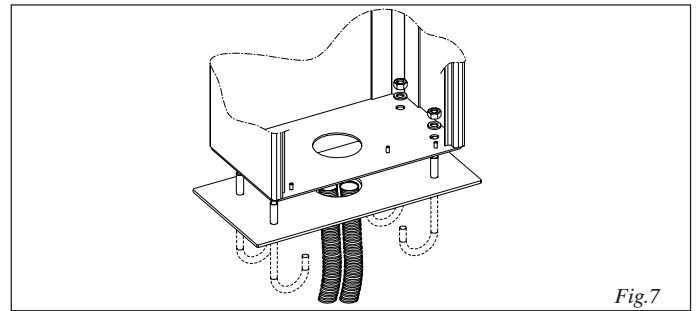

Fig.7
- Fijen el montante sobre la placa de cimentación mediante las cuatro tuercas suministradas en dotación, tal y como se indica en la fig.7.